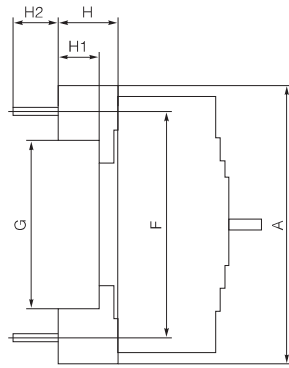

图17
• CFM3sE-125、250、400、800(630)插入式板后接线安装孔位尺寸及安装板开孔尺寸见图17、18、19